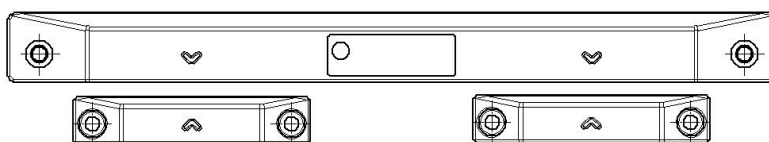
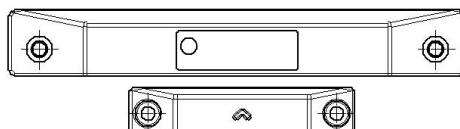

图 1 JF-FH2-M5J 安装示意图
图 2 JF-FH2-M4J 安装示意图
- 如应用于双门，则将 JF-FH2-M5J 主体部分固定到门框下沿位置，两个门磁开关磁铁端 JF-MKJ-DM 固定到左右门扇上沿位置，磁铁端应尽量靠近门磁开关的主体部分。两个磁铁端“V”型标应分别与主体部分“V”型标对齐，这样能使门磁开关保持最佳灵敏度。（如图 1 所示）
- 如应用于单门，则将 JF-FH2-M4J 主体部分固定到门框下沿位置，门磁开关磁铁端 JF-MKJ-DM 固定到门扇上沿位置，磁铁端应尽量靠近门磁开关的主体部分。并且，磁铁端应靠近主体部分的中心位置布置，这样能使门磁开关保持最佳灵敏度。（如图 2 所示）
- ◆ 当常闭门处于正常关闭状态时，门磁开关主体部分与磁铁端相互靠近，并符合图 1 或图 2 的布置条件时，防火门监控器显示常闭门正常。